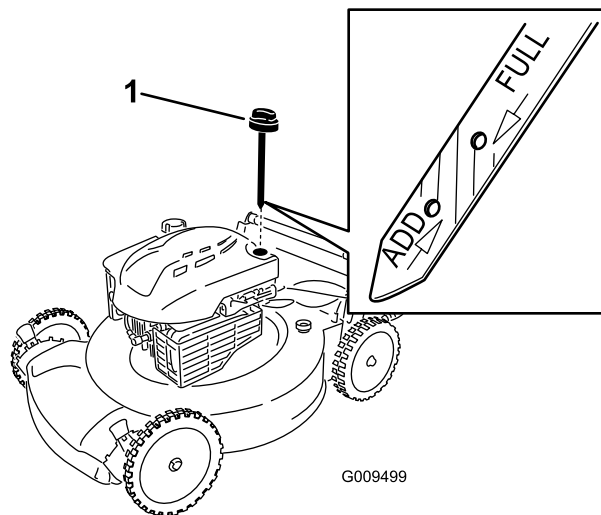

Рисунок 23
3. Извлеките масломерный шуп (Рисунок 23).
10. Определите уровень масла по отметкам на щупе (Рисунок 23).